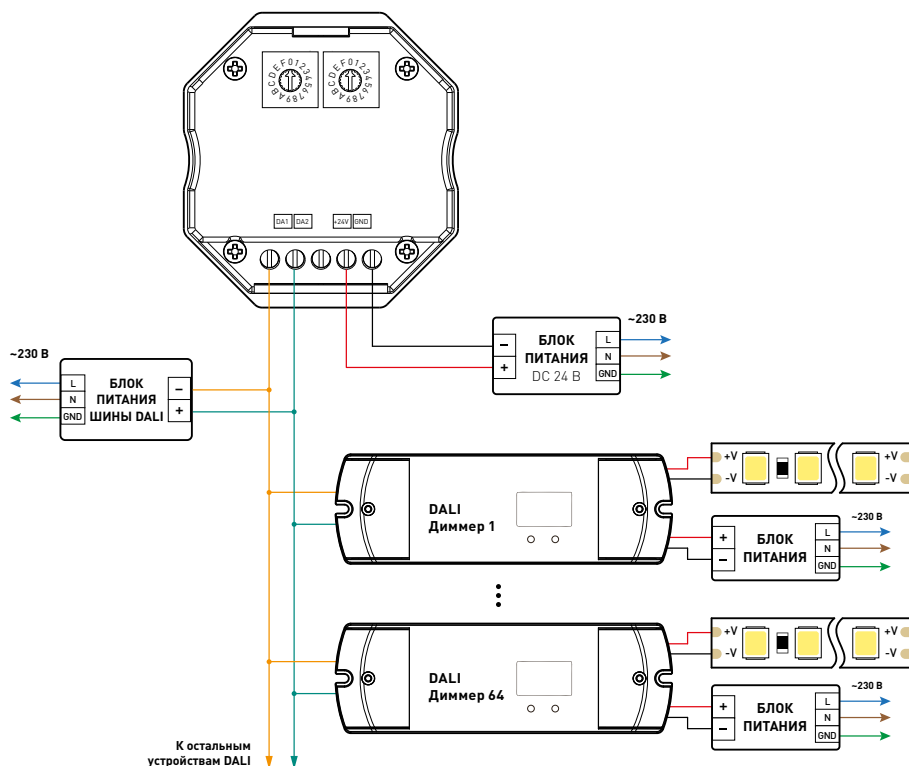

Рис. 2. Схема подключения панели
- 3.2. Подключите панель согласно схеме на рис. 2.